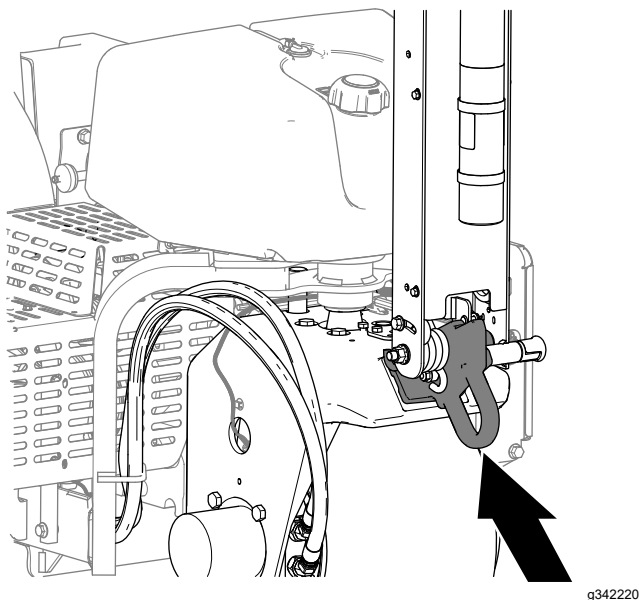

Figura 128
- Si va a remolcar la máquina, tire de ella con el anclaje de amarre delantero (Figura 128).